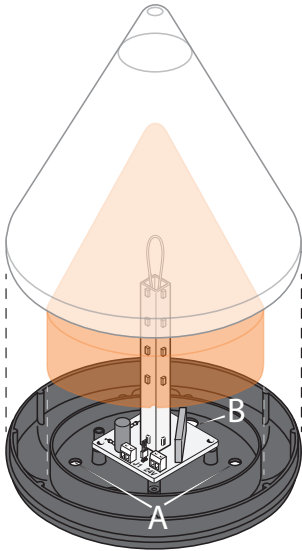

Fig. 2
- Prepare holes in the container for the passage of the cables (indicated by the **6 mm** countersunk marks in the container base **"A"** fig. 2) and fasten it to the column.
- Connect the antenna output (Det. D) to the receiver using a coaxial cable **RG58** (impedance **50Ω**) with a maximum length of **15 m** passing through the **10 mm** countersunk marks **"B"** in the container base fig. 2.
- Predisposer le boîtier pour le passage des câbles (en enfonçant la paroi qui couvre les trous de **6 mm** prévus à cet effet **"A"** fig. 2) et le fixer sur le pilier.
- Brancher la sortie antenne **"ANT"** au récepteur au moyen d'un câble coaxial **RG58** (impédance **50Ω**) d'une longueur maximale de **15 m** en passant à travers les trous de **10 mm** prévus à cet effet **"B"** fig. 2.
- Predisponer el contenedor para la fijación (actuando sobre los orificios de **6 mm** marcados **"A"** al fondo de la base fig. 2) y fijarlo en el pilar.
- Conectar la salida antena **"ANT"** al receptor con un cable coaxial **RG58** (impedancia **50Ω**) longitud máxima **15 m**, pasando a través los orificios de **10 mm** marcados **"B"** al fondo de la base fig. 2.
- Bereiten Sie das Gehäuse für die Anbringung vor (indem Sie auf die für die **6 mm** Löcher vorgestanzten Stellen „A“ auf dem Boden der Basis wirken **Abb. 2**) und befestigen Sie es am Pfeiler.